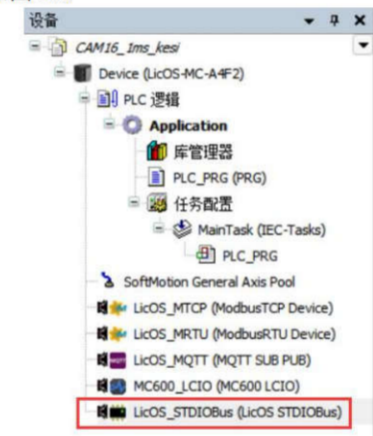

图 13 背板总线
- 在编程界面左侧默认添加了本地背板总线“LicOS\_STDI0Bus (LicOS STDI0Bus)”, 无需另外添加, 如图 13。